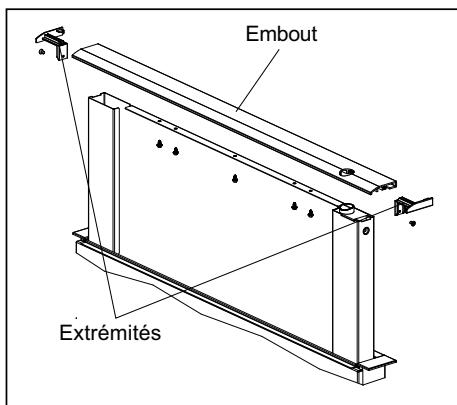

Fig. 13 – Installation de l'embout
- B. Installer les nouvelles extrémités et les nouveaux embouts, figure 13, (insérer l'extrémité d'abord). Remettre les vis.